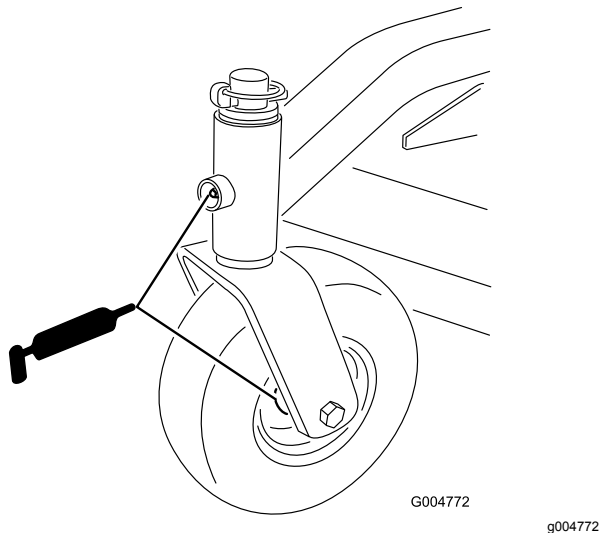

Bild 15
- Vordere Laufrad-Spindelbuchsen (Bild 15)
- Vordere und hintere Laufradlager (Bild 15)